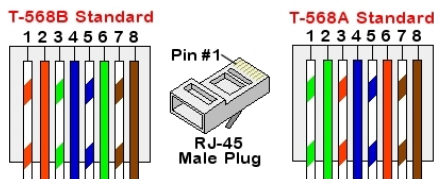

Abbildung 22: Standard-Kabelverdrachtung
- c. Stecken Sie die acht Adern in einen RJ45-Stecker, wie in *Abbildung 22* beschrieben.
7. Verwenden Sie für die Switch-/Router-Seite ein vorgefertigtes Kabel oder bereiten Sie mit einer Crimpzange einen RJ45-Kommunikationsstecker vor: Stecken Sie die acht Adern in derselben Reihenfolge wie oben beschrieben (*Abbildung 22*) in den RJ45-Stecker ein.